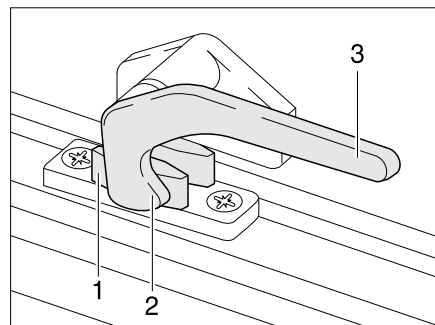

Bild 52 Verriegelungshebel in Stellung "geschlossen"
- Den Verriegelungshebel (Bild 52,3) eine viertel Umdrehung zur Fenstermitte hin drehen.
- Den Verriegelungshebel (Bild 52,3) eine viertel Umdrehung zum Fensterrahmen hin drehen. Die Verriegelungsnase (Bild 52,2) liegt auf der Innenseite der Fensterverriegelung (Bild 52,1).
- in Stellung "fest verschlossen" (Bild 52).